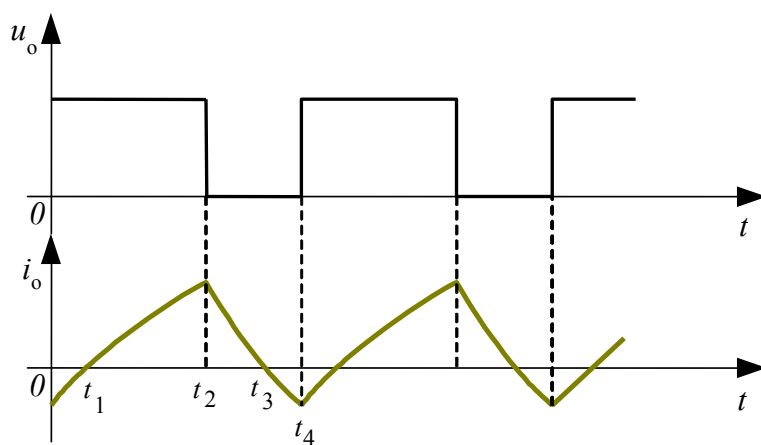
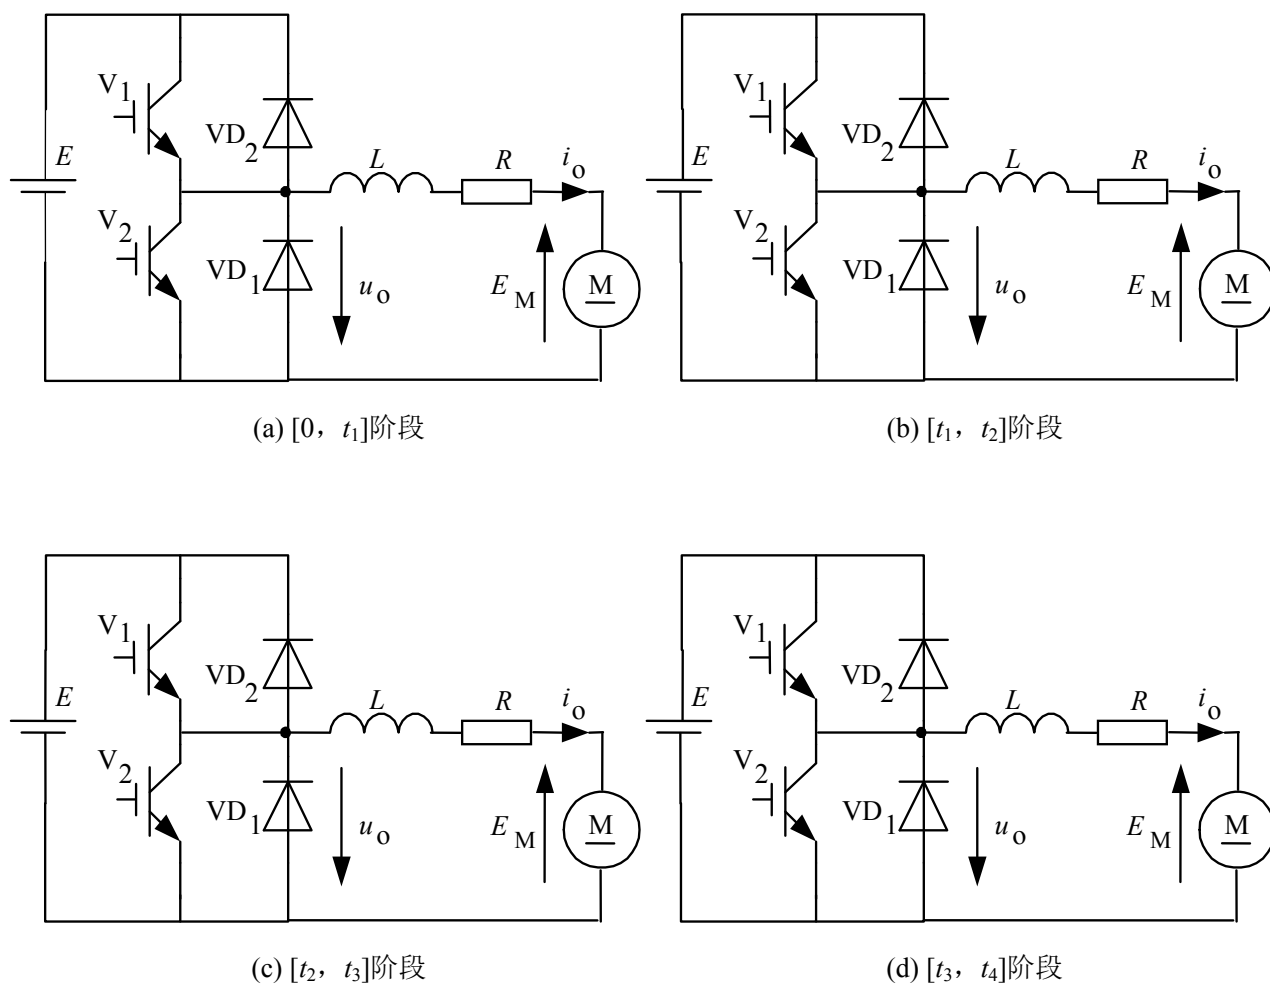

图2 电压  $u_o$ 、电流  $i_o$  波形
图 3 电流可逆斩波电路
1. （6分）电流可逆斩波电路如图3所示，按图约定参考方向，其输出电压  $u_o$ 、电流  $i_o$  波形如图2，试在图3上画出斩波电路各个阶段电流流通的路径，并标明电流方向。